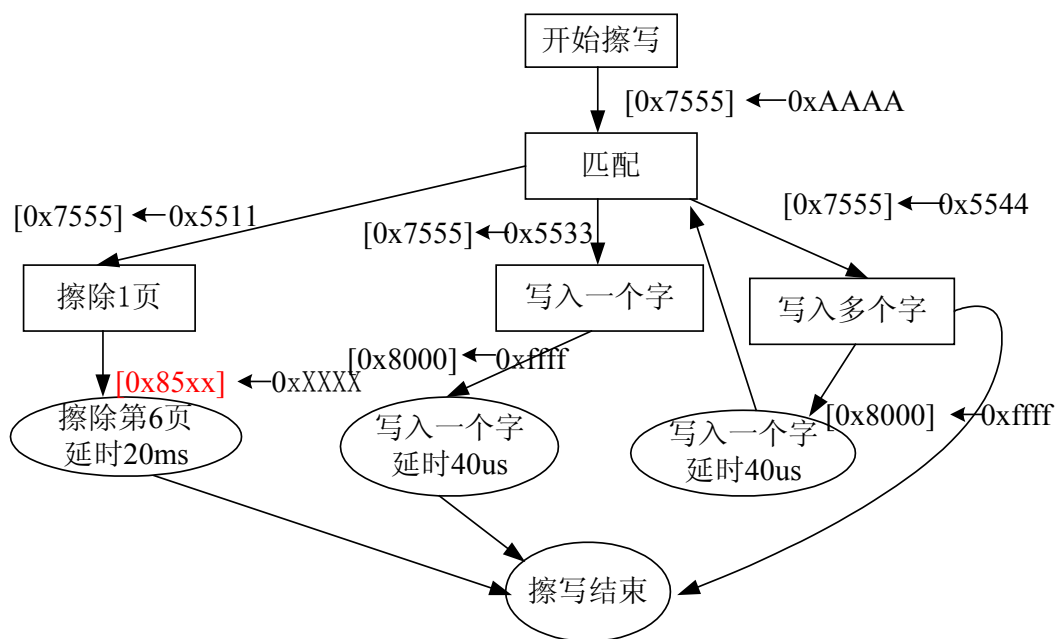

图 2.4 闪存的擦写过程
1. 擦除一页流程是：先给命令用户接口地址 0x7555 里送 0xAAAA，然后再给命令用户接口地址 0x7555 里送 0x5511，再后给要擦除页地址送任意数，约 20ms 即可完成擦除操作，然后可以执行其它操作。例如擦除第 6 页[0x8500—0x85FF] 流程如下：(1) 0x7555 \leftarrow 0xAAAA (2) 0x7555 \leftarrow 0x5511 (3) 0x85XX \leftarrow 0xFFFF (其中 X 为任意值)。
2. 写入一个字流程是：先给命令用户接口地址 0x7555 里送 0xAAAA，然后再给命令用户接口地址 0x7555 里送 0x5533，再后给要写入字地址送数据，约 40us 即可完成写入操作，然后可以执行其它操作。例如向 0x8000 单元写入 0xffff 流程如下：(1) 0x7555 \leftarrow 0xAAAA (2) 0x7555 \leftarrow 0x5533 (3) 0x8000 \leftarrow 0xFFFF
- *上面所提到延时等待是由硬件完成不需要软件延时，闪存的擦写过程如图 2.4 所示，